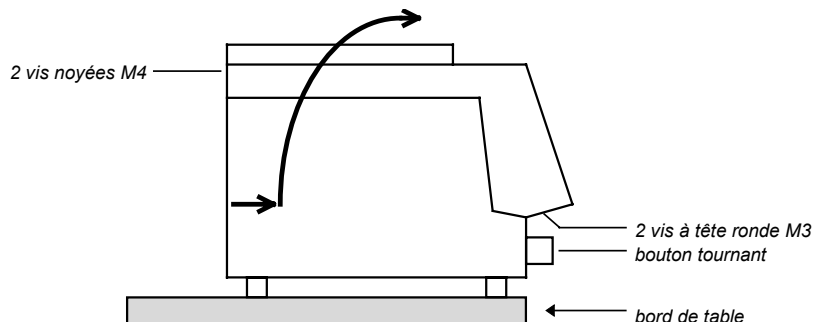

Fig. 8
- Positionner l'appareil au-dessus du bord de la table de façon à pouvoir dévisser les vis M3 (Fig. 8)